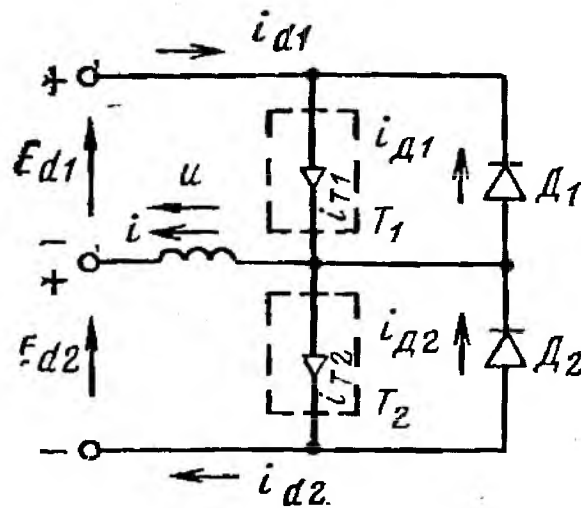

Рис. 12. Схема идеального однофазного инвертора с двумя источниками питания
16. В идеализированной схеме однофазного инвертора, показанной на рис. 12, тиристоры заменены ключами и диодами, соединенными последовательно. Нагрузка состоит из индуктивности L . Построить кривые токов $i_{d1}, i_{d2}, i, i_{D1}, i_{D2}, i_{T1}, i_{T2}$, и напряжения u и вычислить средние значения токов тиристоров и диодов, если $E_d = 10$ В, $L = 1$ мГн, $f = 100$ Гц.